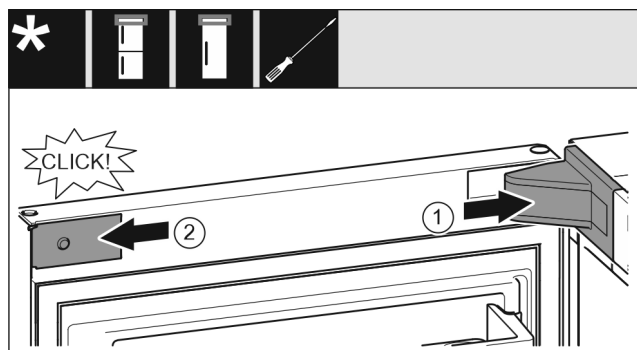

Fig. 23
- ▶ 放上并插入托架盖 Fig. 23 (1), 如有必要小心地按压分开。
- ▶ 将隔板 Fig. 23 (2) 放置到侧面并插入。